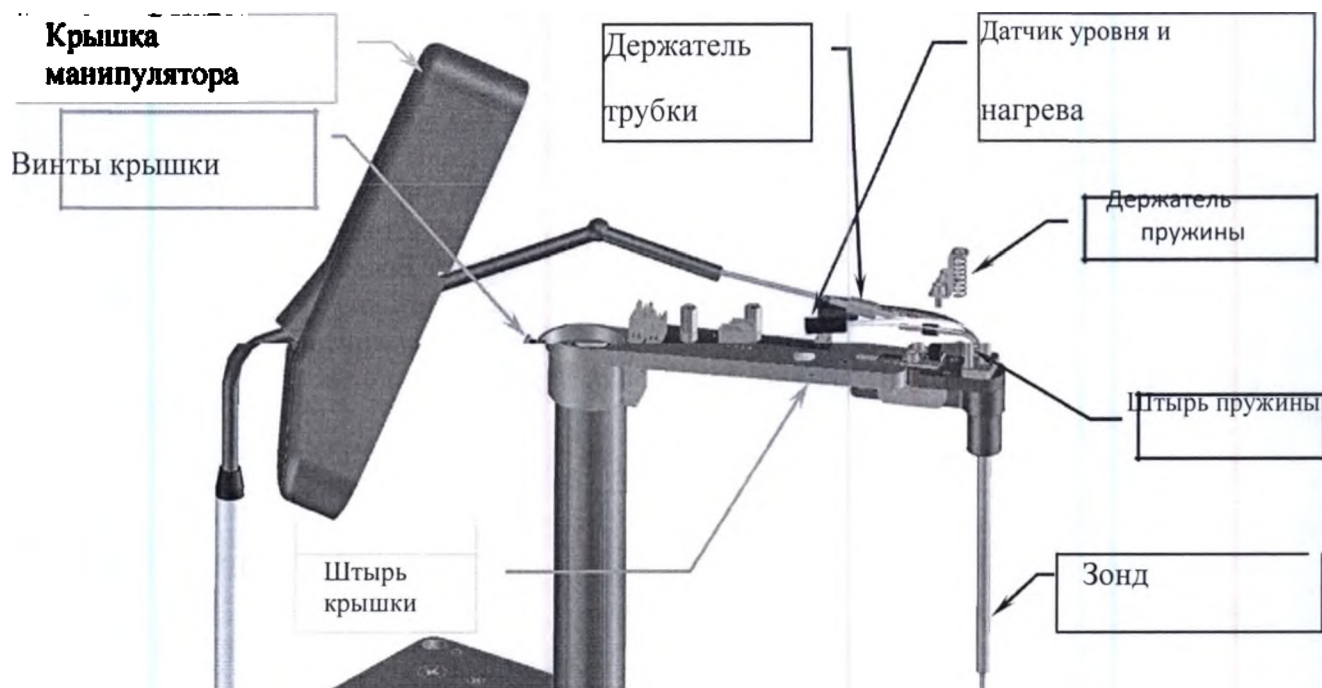

Рис. 3 – Пробоотборный манипулятор для реагента и его зонд
4. Открутите крепежный винт и высвободите шпильки, чтобы снять крышку пробоотборного манипулятора и откиньте ее назад [Рис.3];